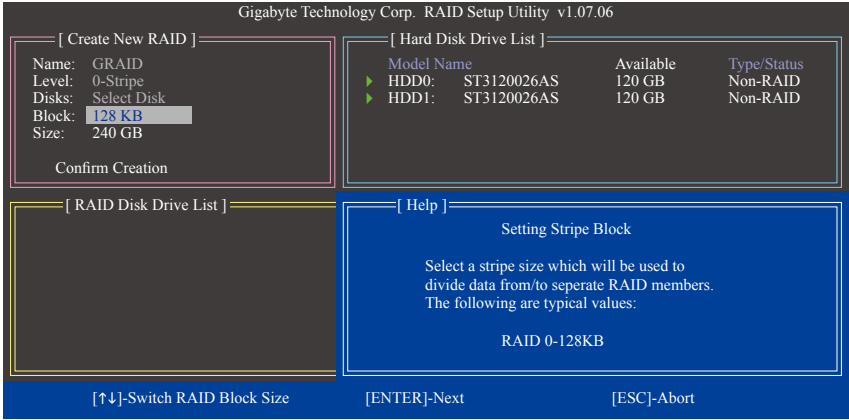

图6
4. 设置磁盘区块大小(Block): 若选择制作RAID 0, 需指定磁盘区块大小。使用<↑>或<↓>键选择需要的磁盘区块大小(图6), 可调范围是从4 KB至128 KB。完成后按<Enter>键。